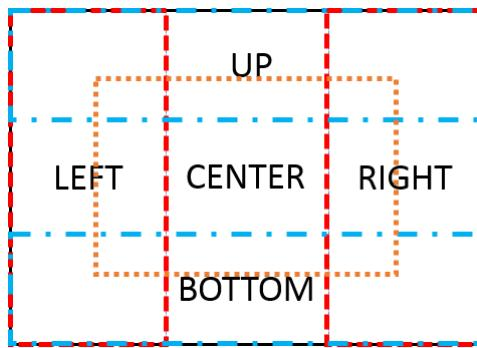

图4-3 背光MeasArea区域
- 当MeasArea配置为UP, BOTTOM, LEFT, RIGHT或CENTER时, 代表手动模式, 暗区位置以手动设定为准。如图4-3, 其中UP指定为画面上方1/3的区域; BOTTOM为画面下方1/3的区域; LEFT为画面左侧1/3的区域; RIGHT为画面右侧1/3的区域; CENTER为画面中心3/5的区域。当指定区域亮度低于暗区目标亮度值时, 加大曝光提升指定区域亮度; 当指定区域亮度高于暗区目标亮度值时, 说明此时指定区域不是暗区, 或者当前场景不是背光场景, 那么曝光的增减改由全局亮度决定。即该模式下背光补偿仅在指定区域的亮度低于暗区目标亮度值时开启。